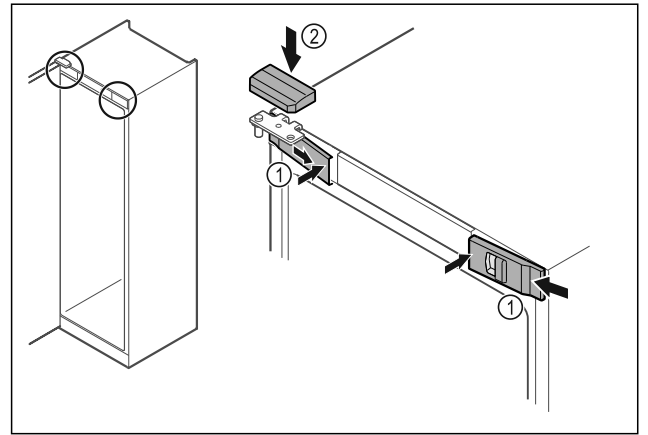

Fig. 48 \*
- ▶ Передні кришки Fig. 48 (1) зачепити збоку та зафіксувати всередині.\*
- ▶ Зафіксуйте верхню кришку Fig. 48 (2) зверху.\*